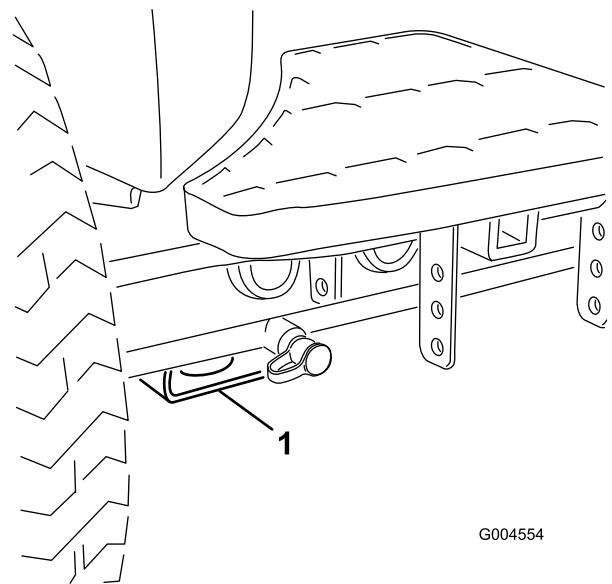

Figura 57
- Anteriore – supporto rettangolare, sotto il tubo dell'assale, all'interno delle ruote anteriori (Figura 57).